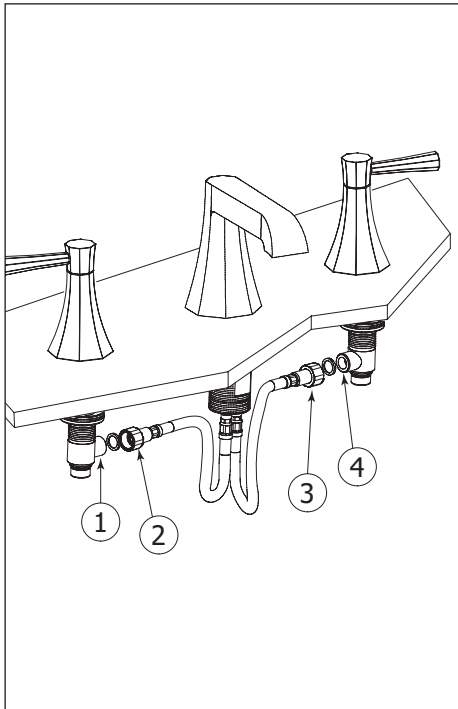

Fig.4
Insert the top of the drain (1) and the black nylon washer (2) into the basin waste outlet (fig. 4).
Insérer le collet du drain (1) et le joint en nylon noir (2) dans l'évacuation du lavabo (fig. 4).